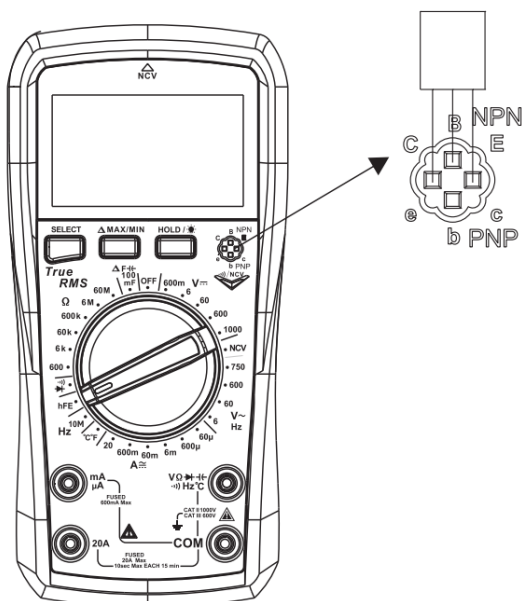

Рис. 5. Проверка транзистора
5. Измерение hFE (см. рис. 5).